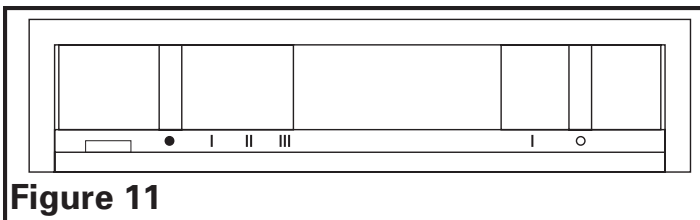

Figure 11
Votre hotte de cuisine est munie de deux commutateurs rotatifs dont l'un commande la lampe et l'autre commande le ventilateur d'évacuation. Le contrôle de la lampe a deux positions, ALLUME (ON) (I) et ETEINT (OFF) (O). Le ventilateur est muni d'un commutateur à quatre positions, HAUT (III), MOYEN (II), BAS (I) et ETEINT (•) (**Figure 11**).